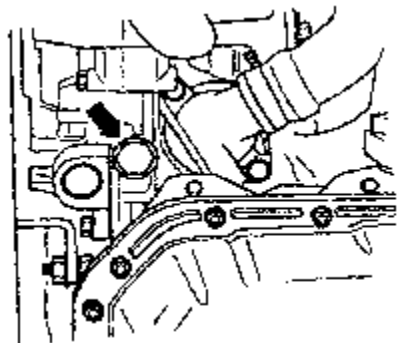

图 4-138 拆下放液螺塞
(4) 如图 4-138 所示,从冷却液泵上拧下放液螺塞(箭头)。